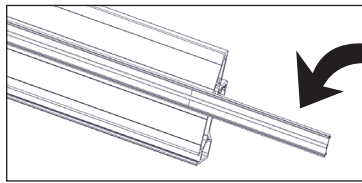

Fig. 1
1. Avant de couper le rail à la longueur nécessaire, retirer le porte-bande de charge (Fig. 1). Le mettre de côté.